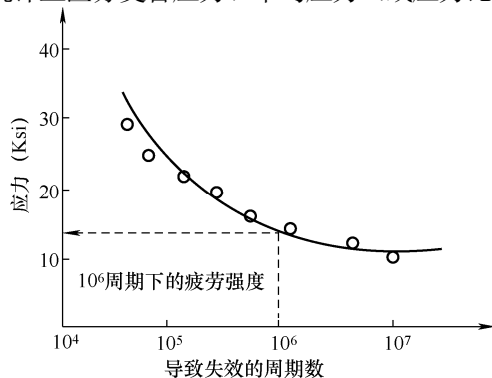

图 7-5 $S-N$ 曲线
(7) 应力-寿命曲线 结构在交变应力作用下, 要经过一定次数的循环, 才会发生疲劳破坏, 而且在同一循环特征下, 交变应力越大, 经历的循环次数越少, 交变应力 σ 与循环次数 N 之间的关系称为应力-寿命曲线, 即 $S-N$ 曲线。
材料的 $S-N$ 曲线定义为交替应力值与指定应力比率下失效所需的周期数。典型的 $S-N$ 曲线如图 7-5 所示。Y 轴表示交替应力 (S), X 轴表示循环数 (N)。 $S-N$ 曲线是基于应力比率或平均应力的。可以定义多条具有不同材料应力比的 $S-N$ 曲线, 在定义多条材料的 $S-N$ 曲线时, 软件使用线性插值法提取数据。 $S-N$ 曲线是以平均疲劳生命或给定的失效概率为基础的。为材料创建 $S-N$ 曲线需要多次测试, 以在统计上区分交替应力、平均应力(或应力比率)和周期数。